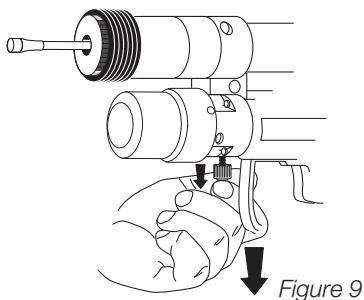

Figure 9
2. Retourner l'écrou de protection et le visser sur le dispositif de retour d'urgence (C) comme indiqué en figure 9.
3. Tirer l'écrou de protection vers le bas jusqu'au déblocage de la machine comme indiqué en figure 9.